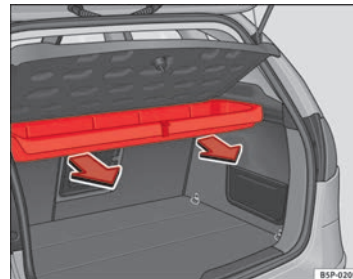

Abb. 123 Ausbau des Ablagefachs
- Nach außen ziehen, bis das Ablagefach aus den Drehhaltern gelöst ist ⇒ **Abb. 123**.